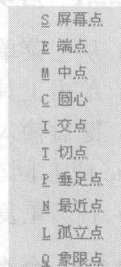

图 1-12 “工具点”菜单
(1) 当操作提示输入点时, 按下空格键, 弹出如图 1-12 所示“工具点”菜单, 用户可以根据作图需要, 用鼠标从中选取特征点。
(2) 当操作提示输入点时, 用键盘输入表示特征点的字母(“工